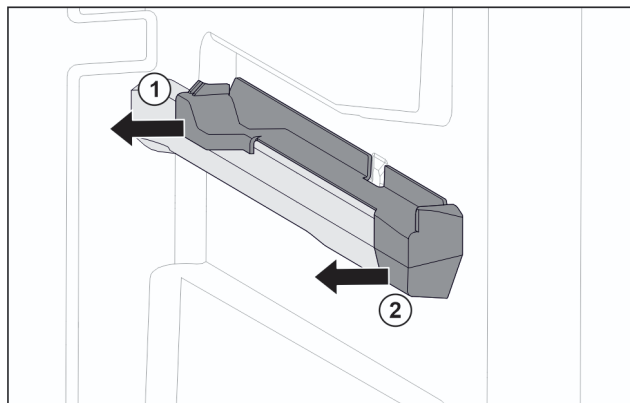

Fig. 102 Element nasadzany na prawym żebrze pojemnika
- Odciągnąć element nasadzany z tyłu w bok. Fig. 102 (1)
- Odciągnąć element nasadzany z przodu w bok. Fig. 102 (2)